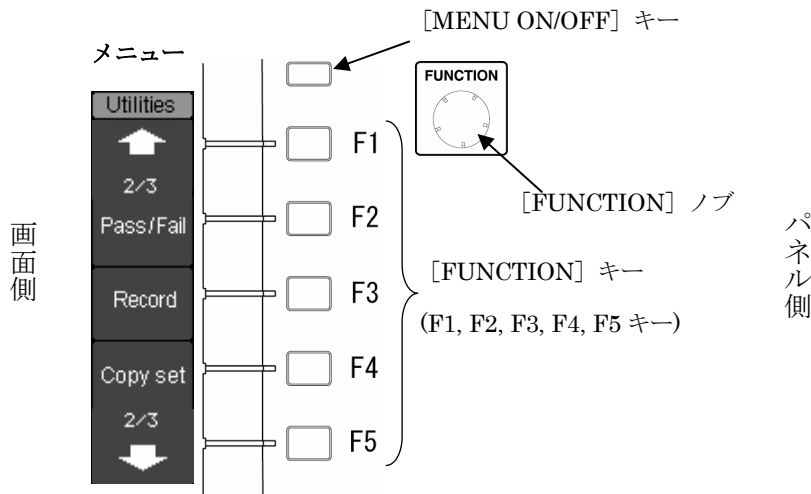

図 2.6 メニューの表示例 1 (Utilities メニュー)
- ① 正面パネル内のメニューを持つキーを押すと図 2.6 のようにメニューが開きます。